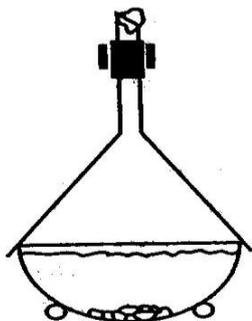

Рис. 5. Прибор для возгонки при атмосферном давлении.
Для возгонки небольшого количества вещества при атмосферном давлении его помещают в фарфоровую чашку и накрывают кружочком фильтровальной бумаги с мелкими отверстиями, проделанными иглой. Сверху помещают опрокинутую стеклянную воронку, носик которой плотно закрывают ватным тампоном (рис. 5). Чашку осторожно нагревают. Пары возгоняющегося вещества проходят через отверстия на фильтре и конденсируются на внутренних стенках воронки. Перегородка защищает кристаллы чистого вещества от падения в зону нагрева.
4. Сверху помещают опрокинутую стеклянную воронку, носик которой плотно закрывают ватным тампоном (рис. 5).